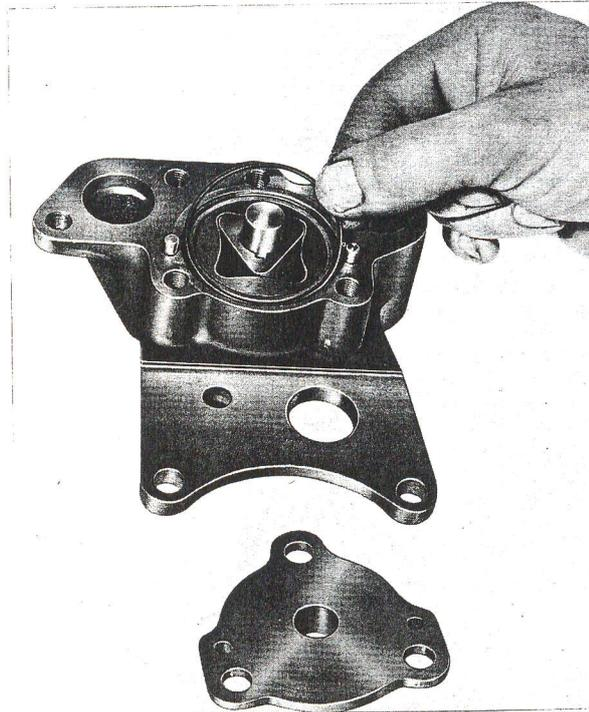

Fig. P7 — Dépose du joint torique du corps de pompe.
5. Déposer le joint torique du corps de la pompe (fig. P7).